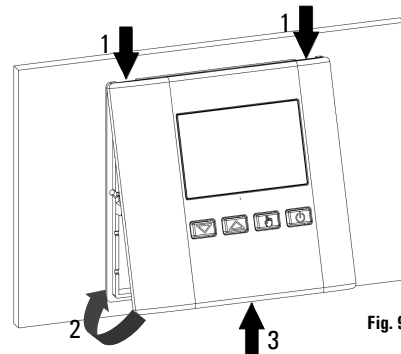

Fig. 9
- Stäng fronthöjlet genom att trycka detta försiktigt nedåt och på samma gång trycka in plasttungan i bottendelen (se pil i Fig. 9).